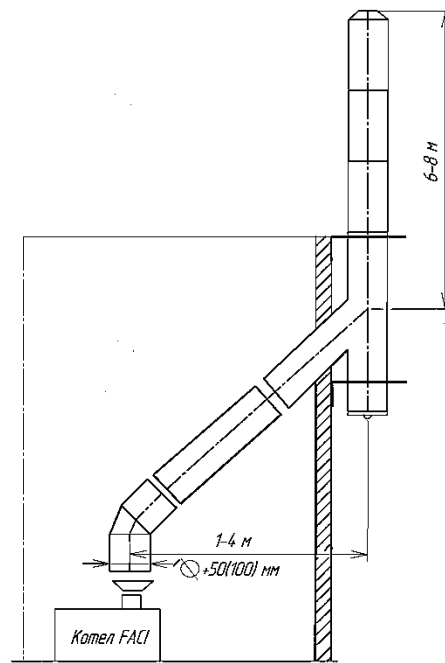

Рис. 26
**2.7.8** Горизонтальный участок 45° длина 1-4 м. Вертикальный участок 6-8 метров с расширением трубы 5-100 мм. (Расширение начинается с момента поворота) (см рис. 26).